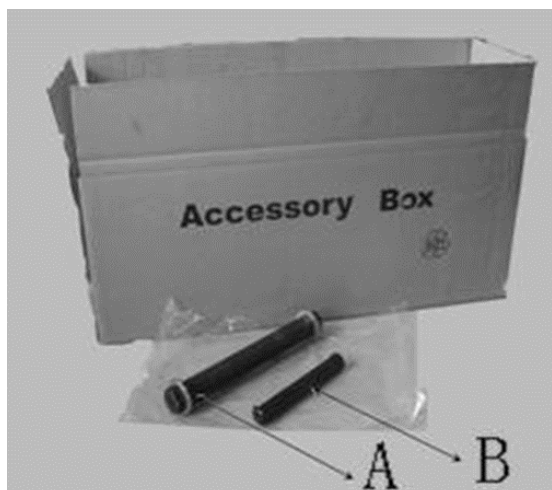

Рис. 10.1
10.1.2 Откройте коробку с деталями, извлеките шестигранный вентиль (рис. 10.1 А) и шестигранный вал (рис. 10.1 В), очистите их, затем смажьте.
10.1.5 Отрегулируйте стойку таким образом, чтобы втулка вала (рис. 10.4 А) совпадала с посадочными отверстиями вала с обеих сторон корпуса (рис. 10.4 В), снимите гайку и шайбу с одного конца вала в сборе (рис. 10.1 А), вставьте вал в отверстие концом вала примерно на 1 мм ниже гнезда. Затем затяните шайбу и гайку моментом затяжки 70 Нм.
10.1.7 Расположите нижнее отверстие $\varnothing 16$ в стойке (рис. 10.6 А) в полукруглом отверстии верхнего гнезда (рис. 10.6 В), снимите стопорное кольцо с одного конца вала (рис. 10.1 В), вставьте его в отверстие $\varnothing 16$ и проденьте в отверстие для крепления (рис. 10.6 Е) и поршневом штоке цилиндра (Рис. 10.6 D), затем с другой стороны стойки и прикрепите эластичное стопорное кольцо.